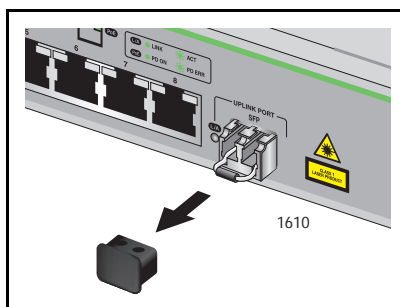

Рисунок 11. Снятие пылезащитной крышки с трансивера SFP
1. Снимите пылезащитную крышку с трансивера SFP, как это показано на рис. 11.